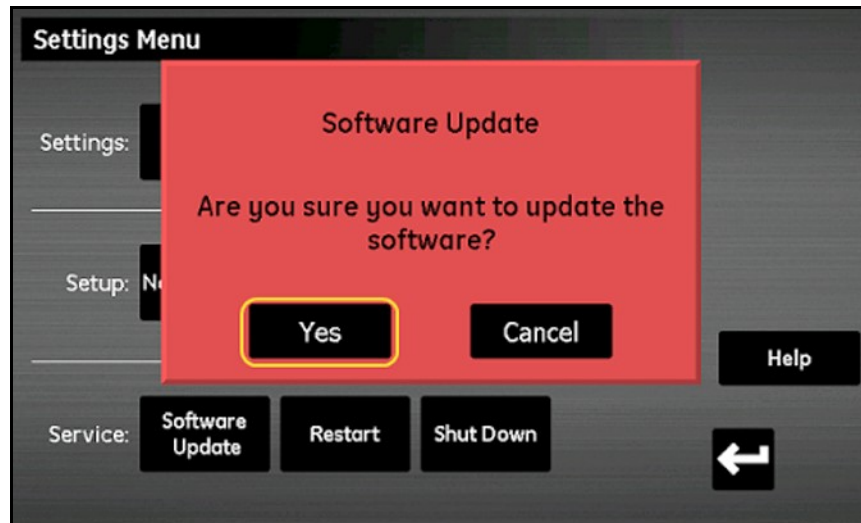

Figura 88: Configuração de atualização
6. O moisture.IQ solicita que você confirme se quer atualizar o software (veja a *Figura 88* abaixo). Toque no botão **Sim**.